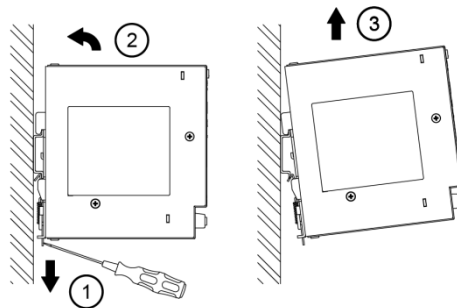

图. 8.2 拆卸
5. 拆卸时，先用螺丝刀卸下栓锁，如图 8.2 所示，然后将 PSU 电源反向滑出，松开栓锁后，从导轨上取下。